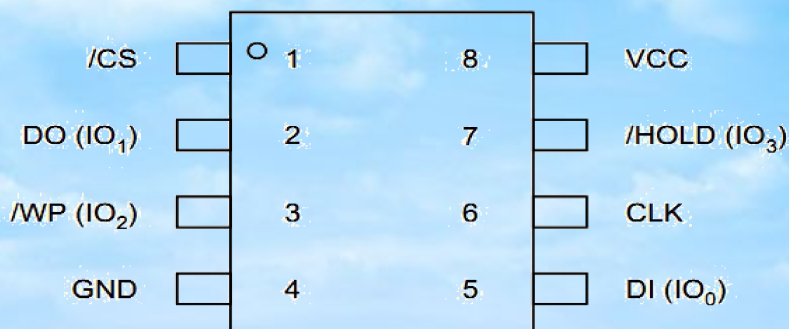

图 8-2 Flash 存储芯片封装
1) 根据图 8-2 中的 Flash 存储芯片封装，表 8-1 介绍了 Flash 存储芯片各个引脚的功能。